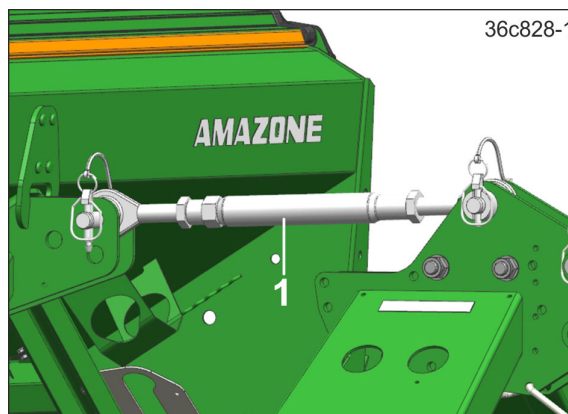

Fig. 102
11. Enlever le bras supérieur (Fig. 102/1).